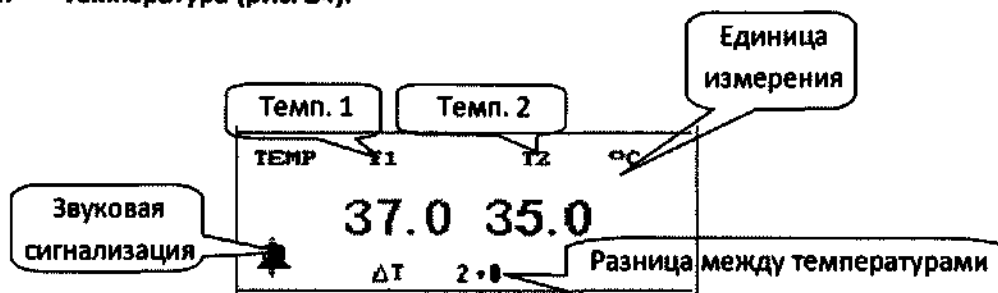

Рис. 24 Область отображения параметров температуры
16.4.3.4. Температура (рис. 24).